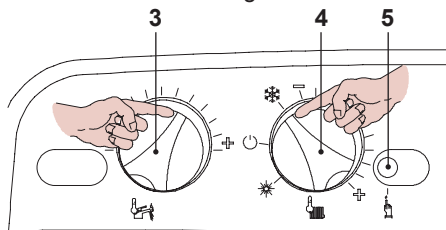

Fig. 7.19
funzione 4 come in Fig. 7.19.
- Per settare la pressione di accensione del bruciatore bisogna entrare in programmazione premendo per 15 secondi il pulsante di ripristino 5 in Fig. 7.19 fino alla comparsa del parametro **P01** sul display LCD; sul display LCD compare la seguente visualizzazione (la sequenza **P01** si alterna ---).
- Premere il pulsante di ripristino 5 in Fig. 7.19 per lo scorrimento dei vari parametri sino al raggiungimento del parametro **P14** valido per il settaggio della pressione
- Per cambiare il settaggio ruotare la manopola regolazione temperatura sanitari 3 in Fig. 7.19 e posizionarla nella posizione prescelta.